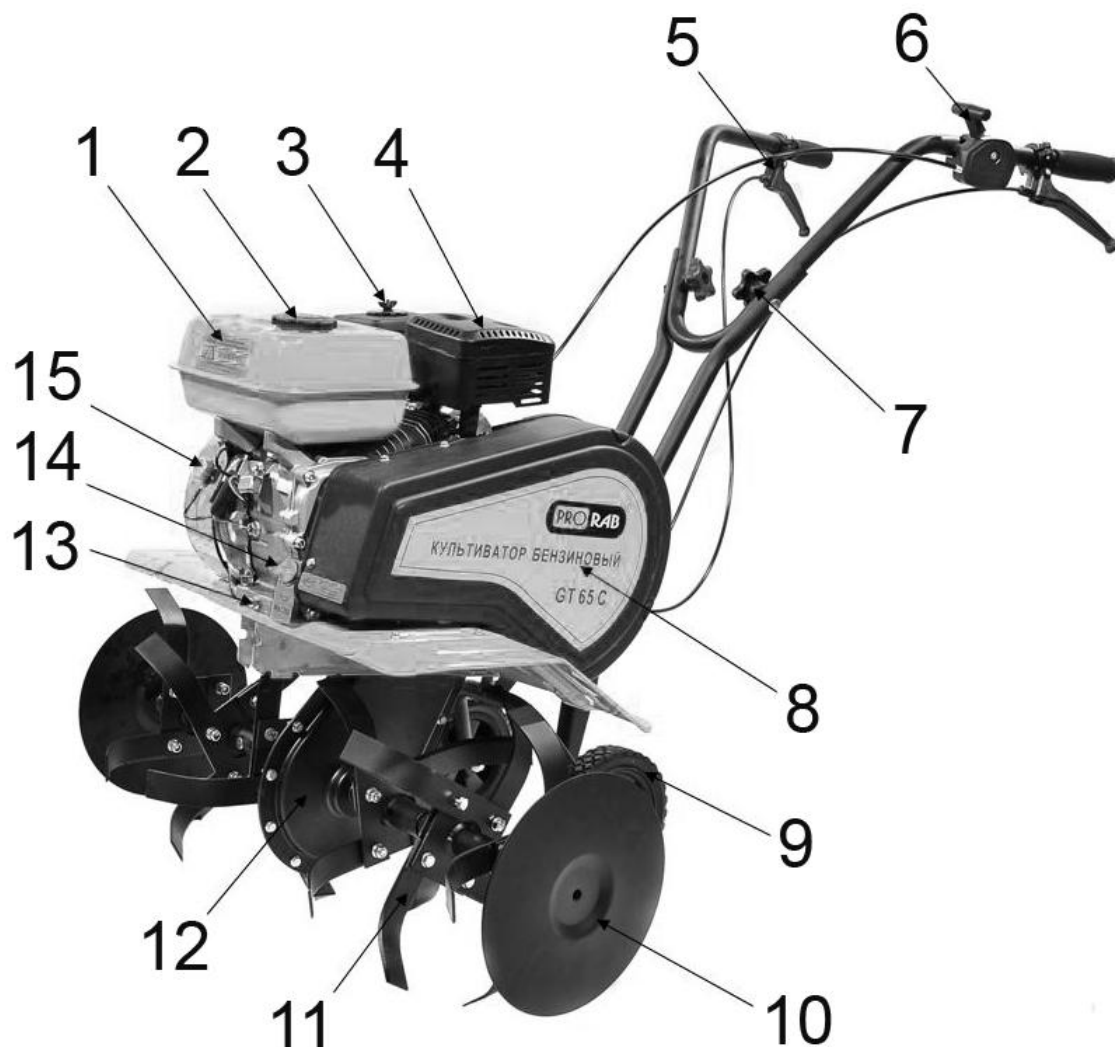
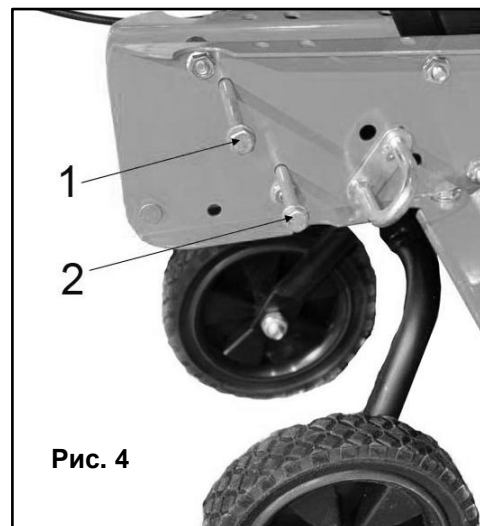

Рис. 3
Рис. 4
Отверните два фиксирующих руль болта (См. Рис. 4. - 1, 2), установите два вала руля в пазы крепления, с обеих сторон опорной рамы, и зафиксируйте его болтами. После установки валов руля, к ним следует прикрепить сам руль управления. Его фиксируют два винта (7) (См. Рис. 3)
Модель GT 65 В имеет складной руль. Его фиксация происходит путем затяжки винта (5)(См. Рис.3). Открутите винт фиксации руля, разъедините прижимной кронштейн и установите руль в паз. Прижмите его кронштейном и затяните винт-фиксатор (5)(См. Рис.3). В дальнейшем, для хранения и транспортировку культиватора руль можно складывать, слегка отпустив винт-фиксатор (5)(См. Рис.3) и сложив руль на двигатель культиватора.